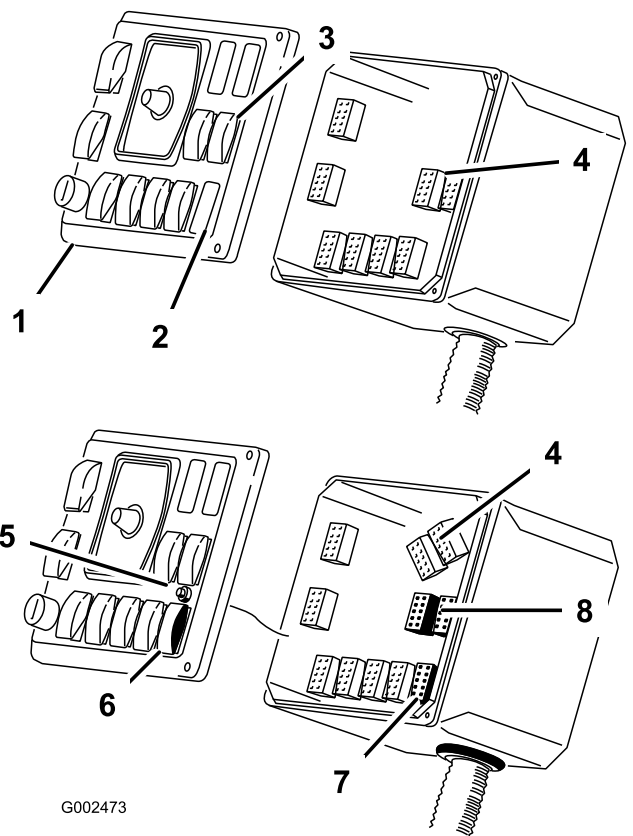

Figura 20
- Instale a luz indicadora através da parte de trás do furo. Prenda-a ao painel frontal com os dispositivos de fixação fornecidos (Figura 20).
- Remova o tampão do interruptor da rampa sonic do painel frontal e instale o interruptor de oscilação da rampa sonic (Figura 20).
- Localize e desligue os tampões dos interruptores de elevação das rampas (Figura 20).